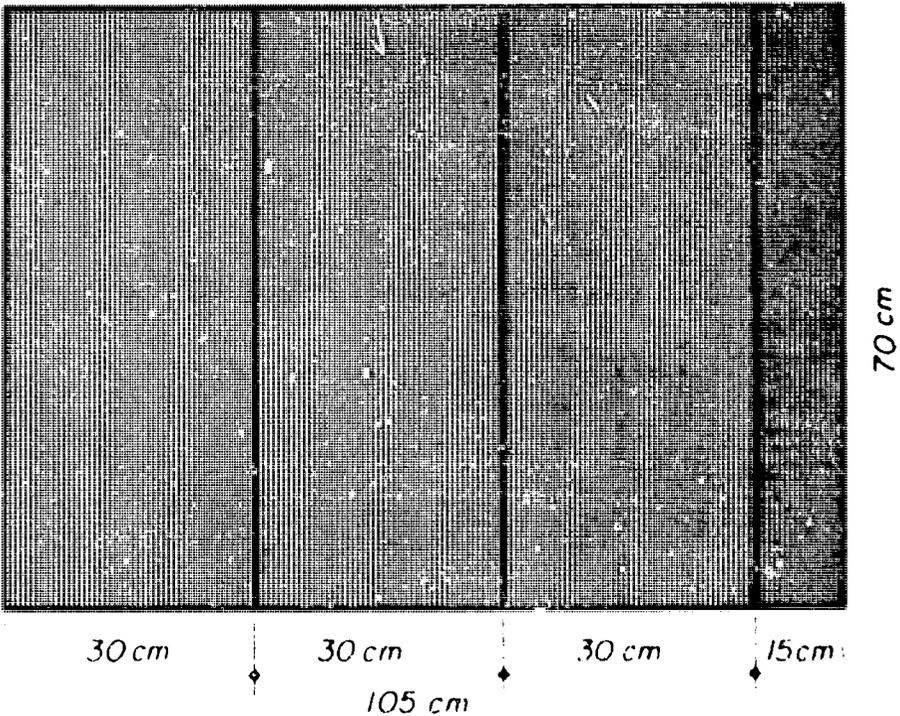

FIGURA 37 Corte del cedazo para las bandejas
- b) Si el cedazo disponible tiene 30 cm de ancho, corte 48 piezas de 70 cm de largo cada una, y 16 piezas de 15 cm por 70 cm. En cada bandeja, coloque las piezas según la figura 37.